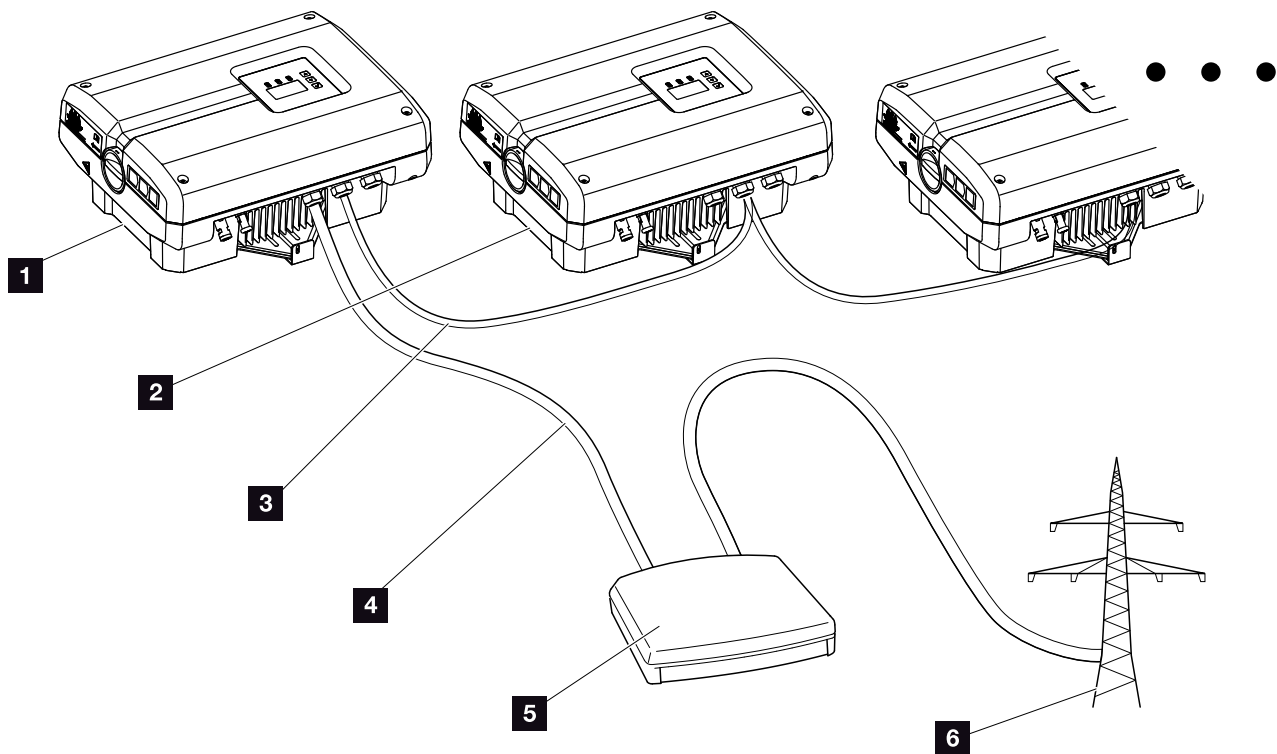
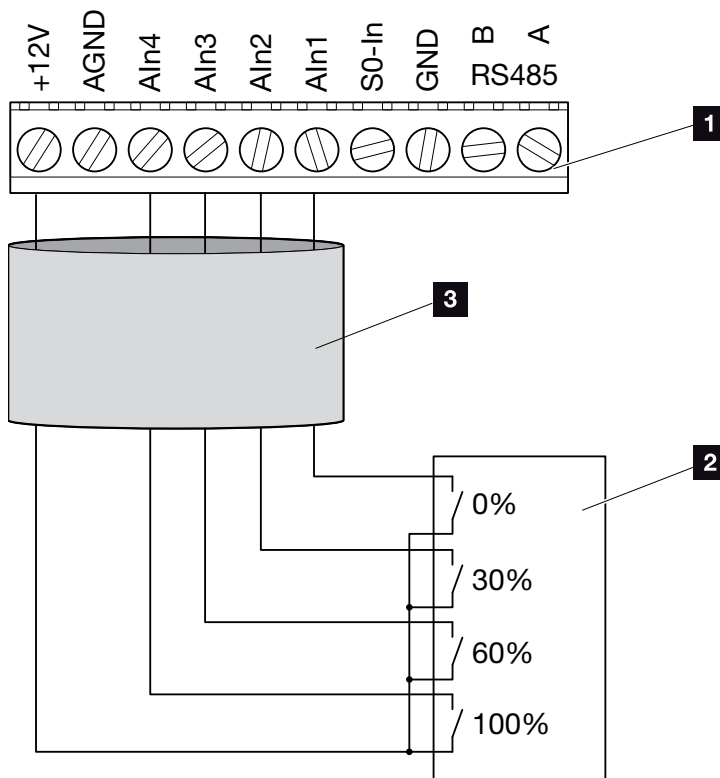

Fig. 57: Configuración del receptor de telemando centralizado con varios inversores (conexión Ethernet)
Fig. 58: Conexión del receptor de telemando centralizado
2. Conecte todos los inversores a través de las conexiones Ethernet (RJ45) con un cable Ethernet o mediante RS485. **Fig. 57**
3. Conecte el receptor de telemando centralizado al inversor maestro **Fig. 57 pos. 1** en el borne de conexión (10 polos). **Fig. 58**
El receptor de telemando centralizado solo debe conectarse al inversor maestro. **Fig. 57**